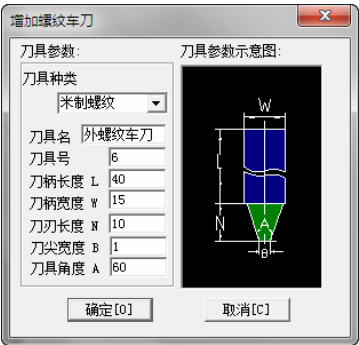

图 4-139 增加螺纹车刀
3) 单击“螺纹车刀”选项卡，单击“增加刀具”按钮，弹出“增加螺纹车刀”对话框，设置刀具名：外螺纹车刀；刀具号：6，其他参数如图 4-139 所示。单击“确定”按钮，完成车刀参数设置。